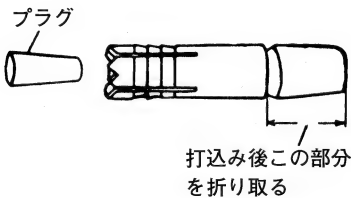

図 8
- (1) 自穿孔アンカー図8をアンカーアダプタに取付けます。